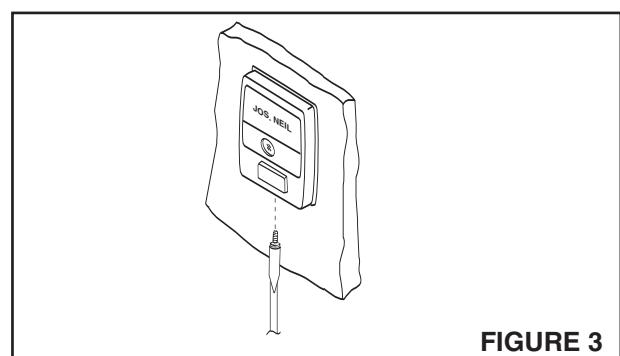

FIGURE 3
4. **Veuillez consulter la figure 3.** Fixez la bordure métallique en place en serrant les vis se trouvant au bas de l'unité.